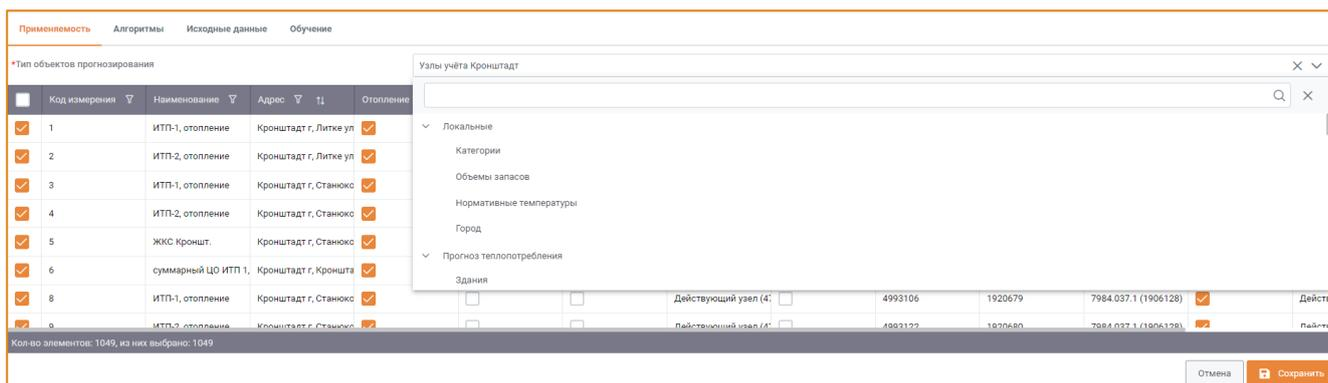

Рис. 88 – Выбор типа объекта прогнозирования
**Тип объектов прогнозирования** выбирается из соответствующего выпадающего списка на вкладке **Применяемость** (Рис. 88). В данном списке доступны все справочники, созданные в ИАС «Энергобаланс».